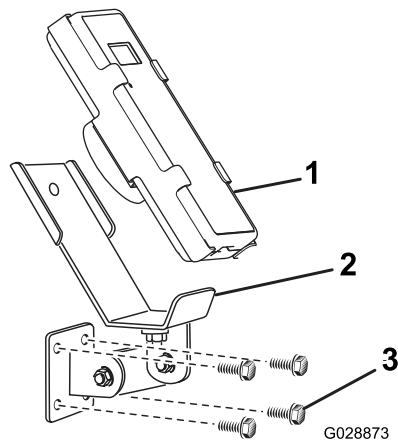
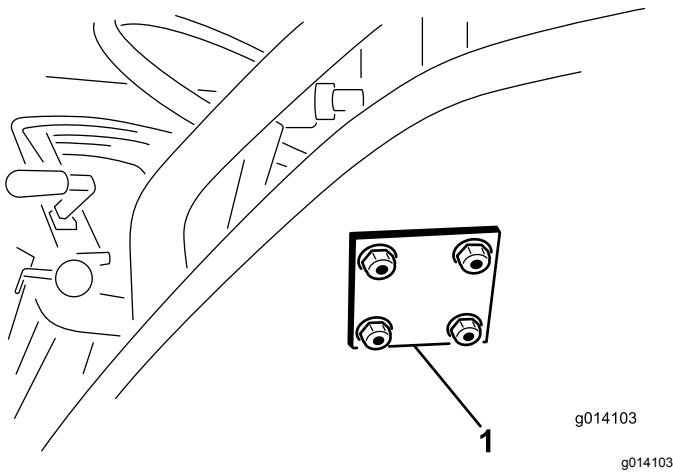

图 14
图 15
3. 用 4 个 5/16 x 1½ 英寸 凸缘头螺栓和凸缘锁紧螺母连接安装支架和支撑板 图 14 和 图 15。